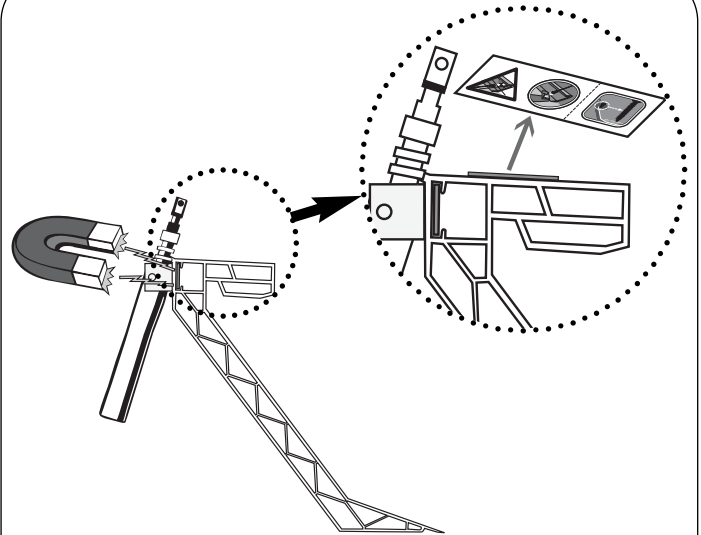

Fig. 4
- The spindle must always be fixed on the side, provided with a metal insertion (see fig. 4). This is the side of the sticker.
- Während der Montage von einem Spindel, soll dieser immer auf der Seite versehen von einer Metallinsertion, montiert werden (siehe Bild 4). Es handelt sich um die Seite mit dem Aufkleber.